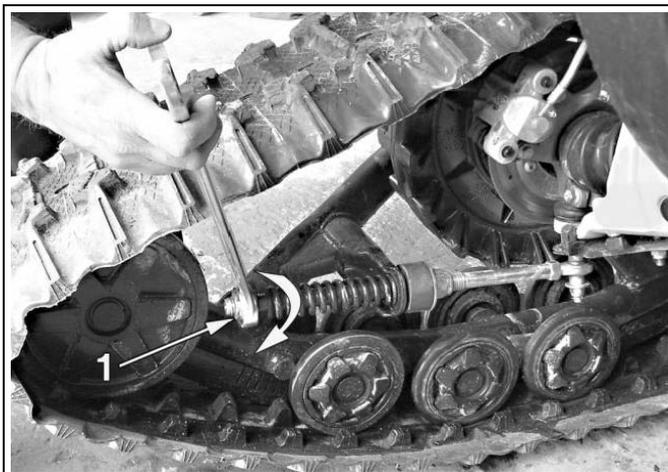
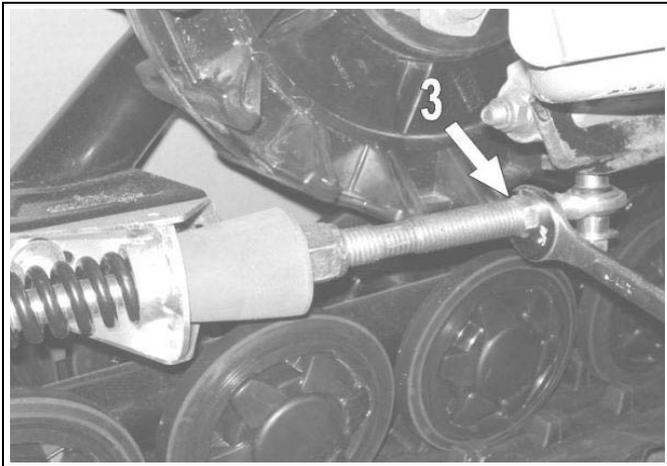

Abbildung 6
Abbildung 7
- Drehen Sie Überwurfmutter (1) bis diese die Feder berührt, dann drücken Sie die Feder zusammen, indem Sie diese Überwurfmutter 1,5 Drehungen drehen (siehe Abbildung 6).
HINWEIS: In einigen seltenen Fällen, wenn die Überwurfmutter (Teil 1 in Abbildung 6) zum Zusammendrücken der Feder durch Einstellungen das Ende der Gewindestange erreicht hat, verlängern Sie die Baugruppe, indem Sie die Gegenmutter (Teil 3 in Abbildung 7) lösen und den Stangenkopf soweit heraus schrauben, dass max. 19 mm des Gewindes sichtbar sind. Achten Sie darauf, dass Sie die Gegenmutter nach der Montage wieder gut festziehen.